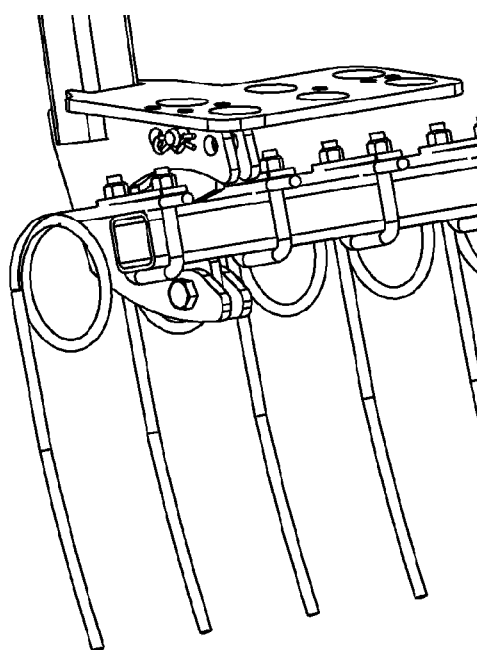

Рисунок 16 Установка консоли
- ⓘ Обратите внимание на правильное положение борны в соответствии с рисунком. (Рисунок 16)
3. Установите консоль с шипами в разъем рычагов в соответствии с рисунком. (Рисунок 16)